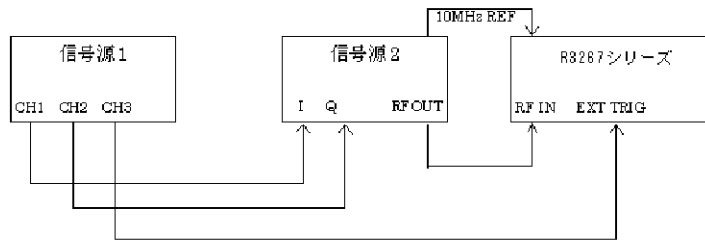

図 6-6 RF 入力 QPSK 測定接続図
1. R3267 シリーズと信号源を図 6-6 のように接続します。